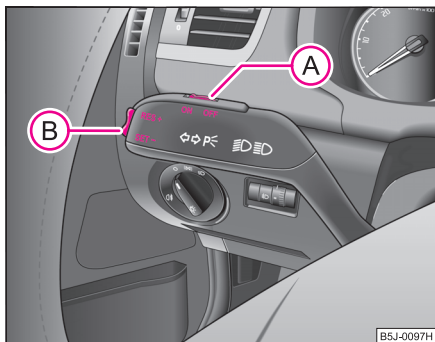

Fig. 93 Maneta: Comutatorul instalației de reglare a vitezei de croazieră
- Apăsați comutatorul (A) ⇒ fig. 93 în poziția **ON**.
- După atingerea vitezei dorite apăsați tasta (B) în poziția **SET-** - viteza actuală se memorează.
- Viteza memorată poate fi **mărită** fără acționarea pedalei de accelerație, prin apăsarea tastei (B) ⇒ fig. 93 în poziția **RES+**.
- Apăsați comutatorul **(A)** ⇒ pagina 109, fig. 93 spre dreapta în poziția **OFF**. ■